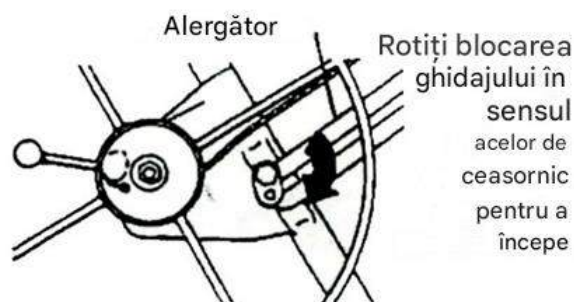

Figura 5
5. Inclinați ușor tamburul înapoi spre cadru. Acest lucru va provoca automat ca blocarea ghidajului să mențină tamburul complet tras. (Figura 5).